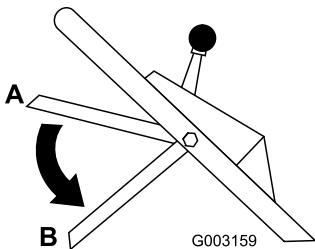

Рисунок 19
10. Отпустите штангу управления ножом; см. положение В на Рисунок 19. Вы должны услышать «хлопок». Нож должен остановиться в течение 3 секунд.
- Опустите штангу управления ножом вниз, в ее самое нижнее положение (положение В на Рисунок 19).